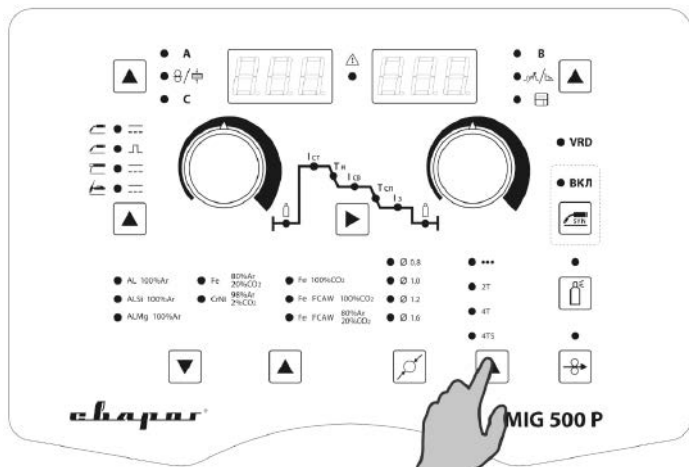

Рис. 8.7.4. Выбор режима работы горелки.
4. Выберите режим работы горелки (см. рис. 8.7.4) в зависимости от длины сварочного шва (см. табл. 7.0.2, поз. 12).